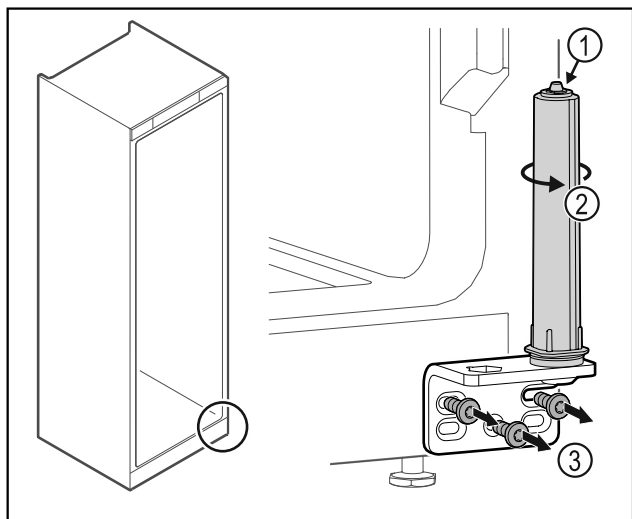

Fig. 46
- ▶ Ne rastavljajte sustav zatvaranja vrata Fig. 46 (1).
- ▶ Okrećite sustav zatvaranja Fig. 46 (2) dok ne klikne.
- ▶ Odvrnite kutne šarke Fig. 46 (3).